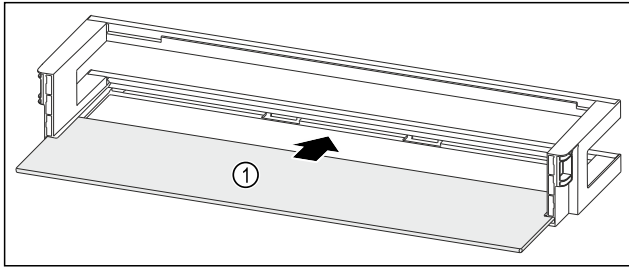

Fig. 97 Türabsteller mit Abstellfläche
- Abstellfläche Fig. 97 (1) in die seitlichen Einsparungen einschieben.